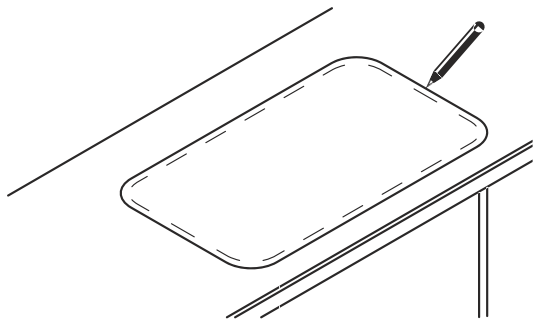

Рис. 1 / 1-сур.
1. Приложите шаблон к столешнице, обозначьте будущую линию выреза. Следует обратить внимание на ровность плоскости, на которую будет производиться монтаж мойки (рис. 1).